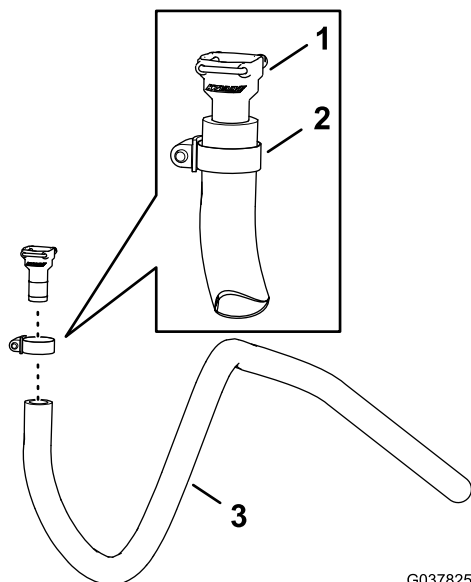

Bild 97
1. Befestigen Sie das gerade, gezahnte Anschlussstück (3/4), das Sie in Schritt 2 in Vorbereiten des Abstellventils \(Seite 40\) entfernt haben, mit einer Schlauchklemme am Schlauch (1,3 cm x 180 cm) (Bild 97).